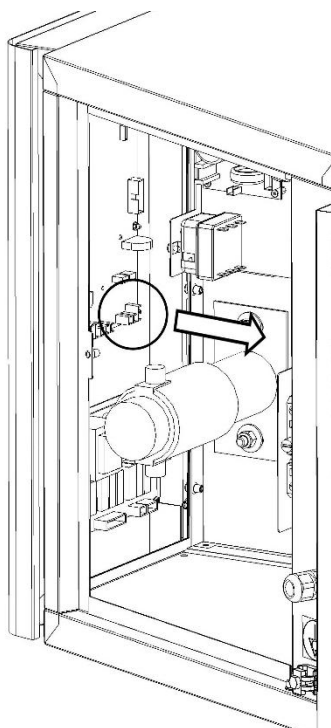

Fig.9A
3. Scollegare le connessioni elettriche alla scheda base (Fig.9A).